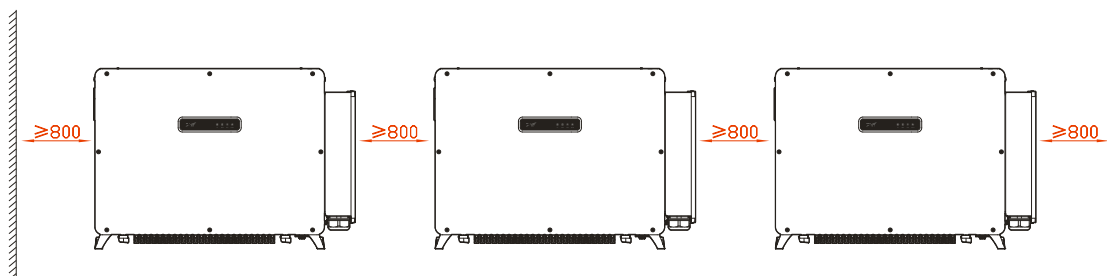

Figura 3-5 Spazio libero necessario per l'installazione di più inverter (unità di misura: mm)
- Quando si installano più inverter uno di fianco all'altro, è necessario lasciare sufficiente spazio libero tra i dispositivi, come mostrato nella Figura 3-5.